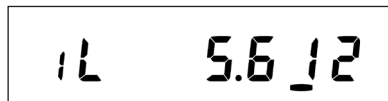

Рисунок 5.18
5.2.6.4 Окно «Действующий ток в цепи фазного провода» (рисунок 5.18)